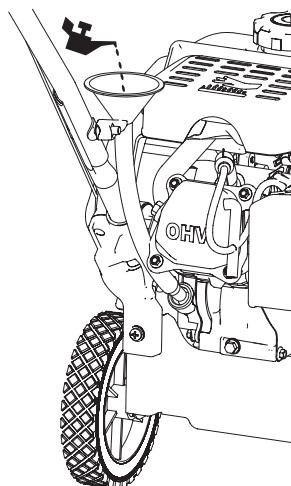

Рис. 6
- Выверните пробку-щуп заливной горловины и с помощью специальных шланга и воронки (в комплект поставки не входят) залейте необходимое количество моторного масла (Рис. 6). Плотно заверните пробку-щуп.